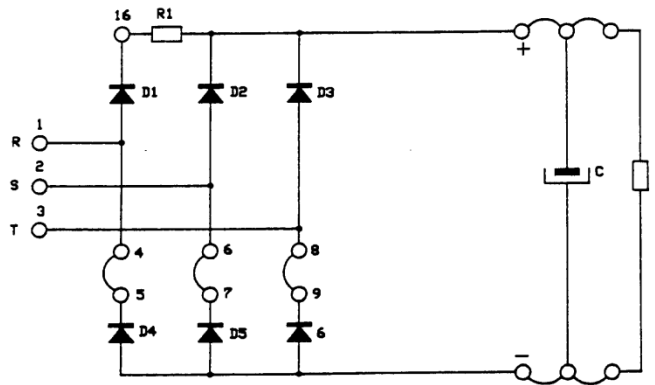

Figura 6: Conexión del rectificador trifásico de onda completa con carga resistiva.
- Conecte el condensador en paralelo con la resistencia como en la Figura 6.